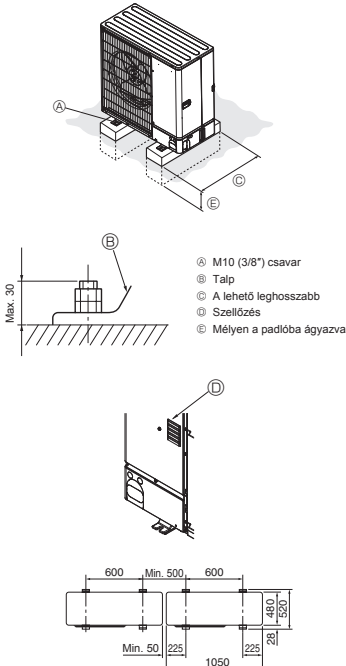

Fig. 3-1
- Az egységet szilárd, vízszintes felületen helyezze el, hogy működés közben ne jöjjenek létre rezgés keltette zajok. (Fig. 3-1)